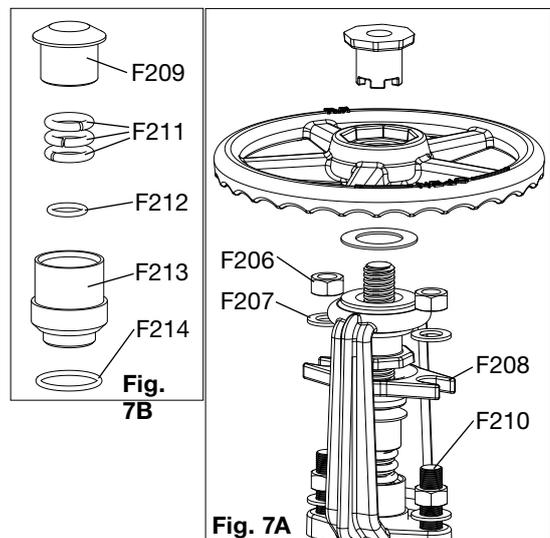

Fig. 7A
5.2.2 Замена О-кольца уплотнения штока (Рис. 7A и 7B)